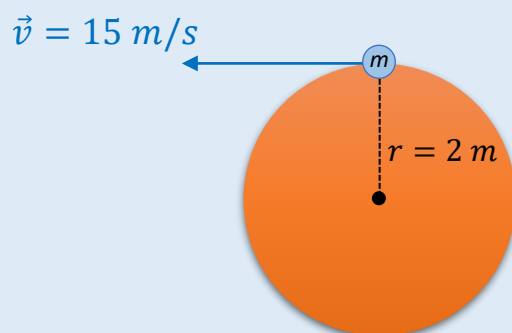

Figura 11.06: Exercício Proposto 11.01: Momento angular de uma partícula de massa m em movimento circular uniforme.
11.01 – Uma partícula de massa 300 g move-se a uma velocidade escalar constante de 15 m/s sobre um círculo de raio 2 m , conforme a **Figura 11.06** a seguir: